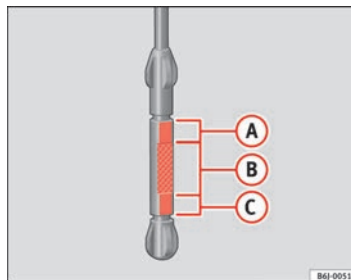

Abb. 115 Ölmesstab
- Den Messstab anschließend wieder herausziehen und den Ölstand ablesen ⇒ Abb. 115. Füllen Sie gegebenenfalls Motoröl nach.